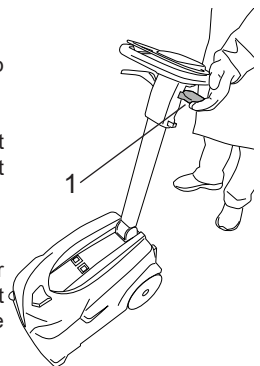

Fig.18
Dra i spaken för att aktivera en torkning i backväxel (bild 18-ref.1) .